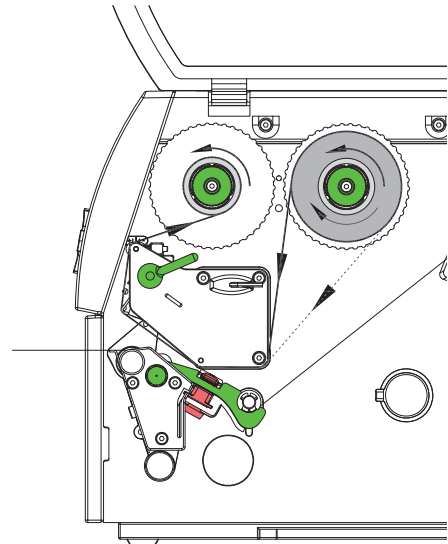

Bild 12 Transferfolienlauf
6. Geeigneten Kern (4) auf den Transferfolienaufwickler (5) schieben und in analoger Weise wie die Folienrolle positionieren und fixieren.
7. Transferfolie wie in Bild 12 durch die Druckmechanik führen. Die durchgehende Linie gilt für Folien mit innen-gewickelter, die gestrichelte Linie für Folien mit außengewickelter Beschichtungsseite.
8. Transferfolienanfang mit einem Klebestreifen mittig am Folienkern (4) fixieren. Bei der Verwendung von Kernen, die breiter als die Transferfolie sind, Skala (7) am Kopfwinkel zur Ausrichtung der Folie benutzen. Rotationsrichtung des Transferfolienaufwicklers entgegen dem Uhrzeigersinn beachten.
9. Transferfolienaufwickler (5) entgegen dem Uhrzeigersinn drehen, um den Transferfolienlauf zu glätten.
10. Hebel (6) in Uhrzeigerrichtung drehen, um den Druckkopf zu verriegeln.